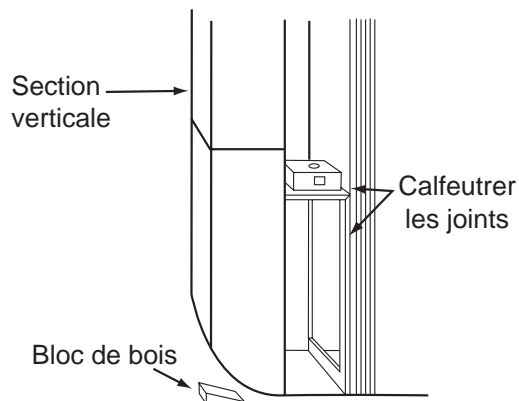

Figure 15
5. Raccorder le conduit vertical sur le coude. Coincer un bloc de bois entre le plancher et le coude afin de supporter ce dernier (figure 15).